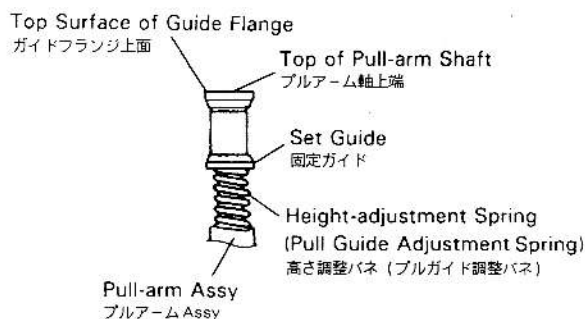

Fig. 4-5
- 2) Turn the guide flange on the pull-arm assy until the top surface of the flange is aligned with the top arm shaft. (Refer to Fig. 4-5)
- 2) プルアームASSYのガイドフランジ上面がプルアーム軸の上端と一致する所までガイドフランジを回す。(図4-5参照)